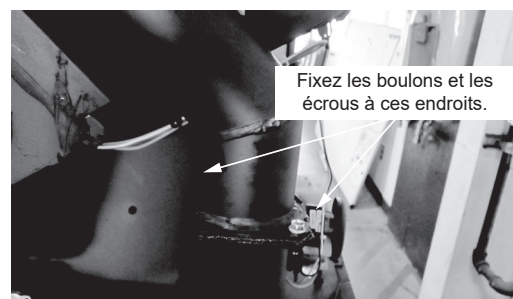

Figure 21.4
3. À l'aide d'une clé de 9 mm (3/8 po) et d'une clé à douille de 11 mm (7/16 po), fixer l'aération supérieure du carénage arrière à la transition d'échappement à l'aide de deux boulons et de deux écrous. Sécuriser avec deux pinces de l'appareil (Figures 21.4 et 21.5.)